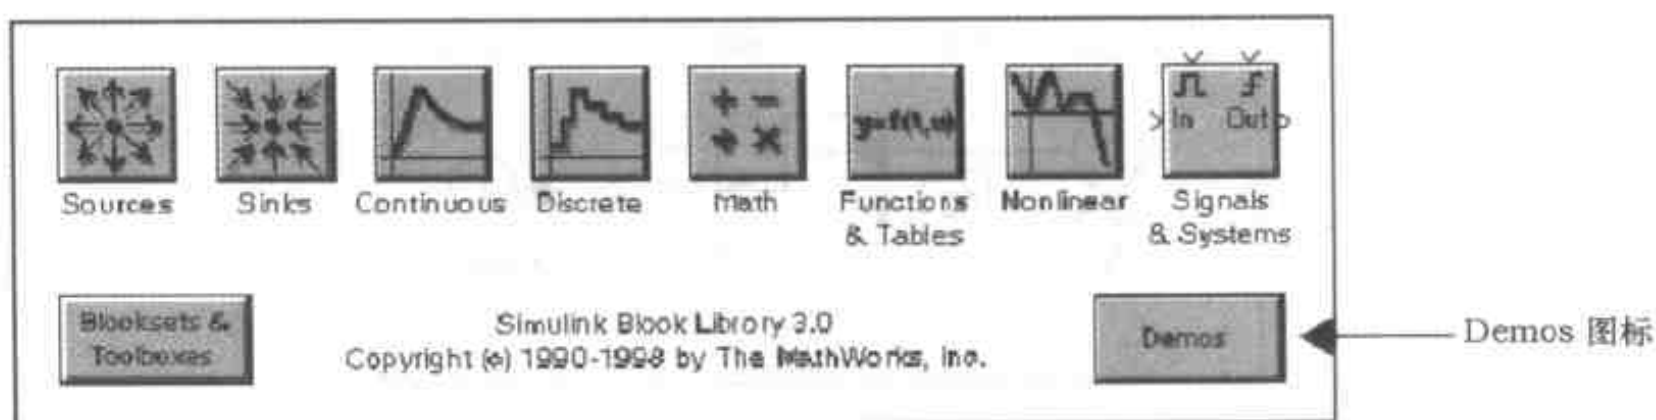

图 1.5 Simulink 模块库窗口
(1) 在 MATLAB 命令窗口键入命令: Simulink3, 就会出现 Simulink 模块库窗口(图 1.5)。